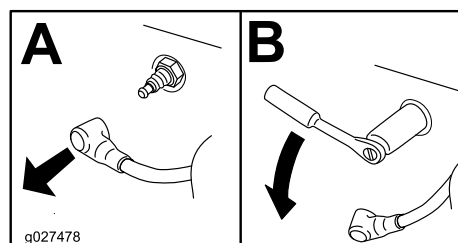

Figura 46
4. Retire a(s) vela(s) como se mostra na Figura 46.